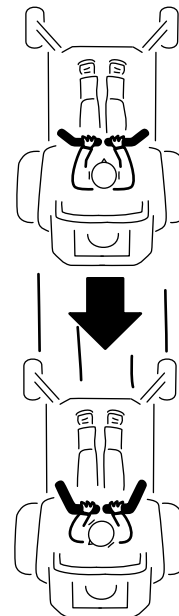

Bild 22
2. Ziehen Sie zum Rückwärtsfahren die Fahrtriebshebel langsam nach hinten (Bild 22).